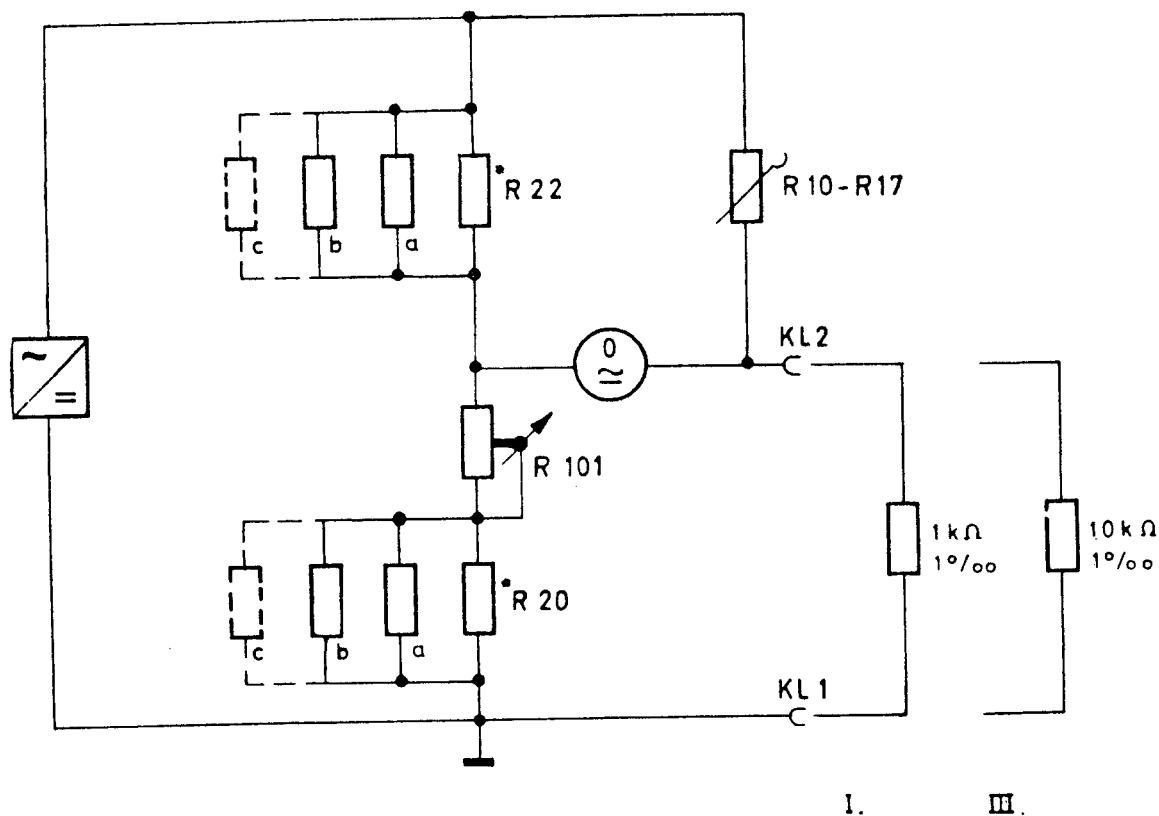

Abb. 15. Abgleich der Absolut-Skale
C. KONTROLLE UND ABGLEICH DER ABSOLUT-SKALE (Abb. 15)